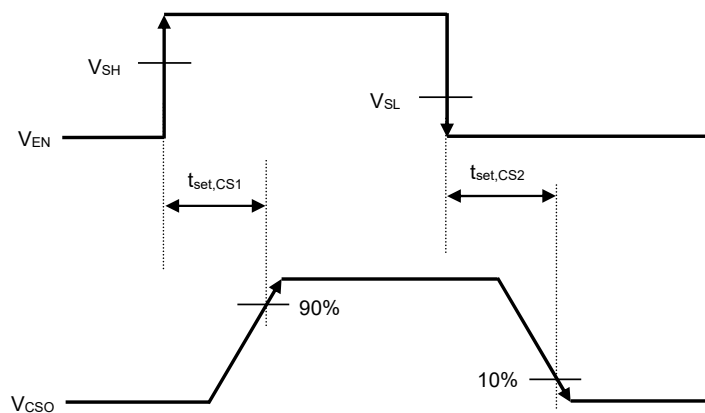

図4
- *4. 図4を参照してください。この規格は設計保証です。